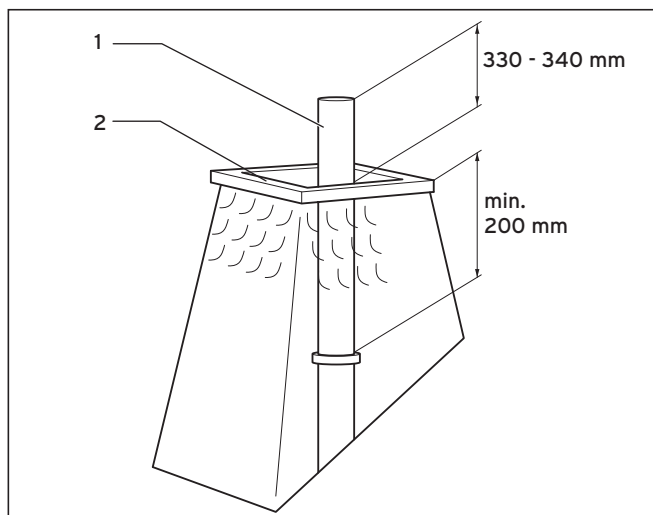

Fig. 4.49 Raccourcir le conduit en inox
- Raccourcissez le conduit en inox (1) conformément à la Fig. 4.49.
- Rendez étanche le bord de la bouche de la cheminée (2) avec du silicone.